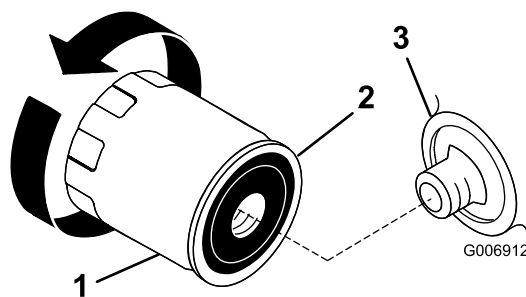

Figure 20
- Retirez le filtre à huile usagé et essuyez la surface du joint de l'adaptateur (Figure 20).
3. Appliquez une fine couche d'huile neuve sur le joint en caoutchouc du filtre de rechange (Figure 20).
5. Tournez le filtre à huile dans le sens horaire jusqu'à ce que le joint touche l'adaptateur, puis donnez 1/2 à 3/4 de tour supplémentaire (Figure 20).